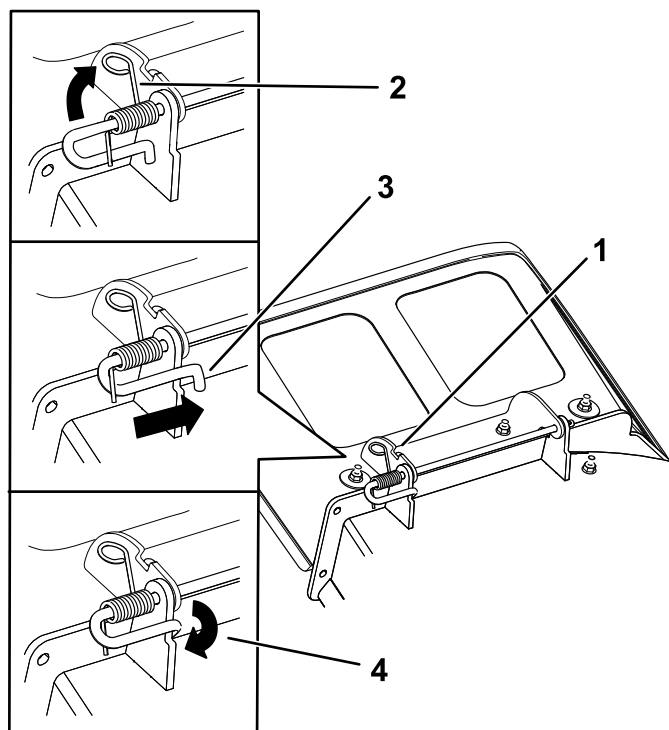

Рисунок 79
3. Установите новый отражатель выброса так, чтобы концы кронштейнов находились между приварными кронштейнами на деке, как показано на Рисунок 79.
5. Расположите пружину на стержне так, как показано на Рисунок 79, чтобы более короткий конец пружины выходил из-под стержня перед его изгибом и проходил над стержнем в месте выхода из изгиба.
6. Поднимите конец пружины, имеющий петлю, и поместите его в выемку на кронштейне отражателя (Рисунок 79).
7. Закрепите узел стержня и пружины, закрутив его таким образом, чтобы короткий конец стержня находился за кронштейном газонокосилки, приваренном к деке (Рисунок 79).